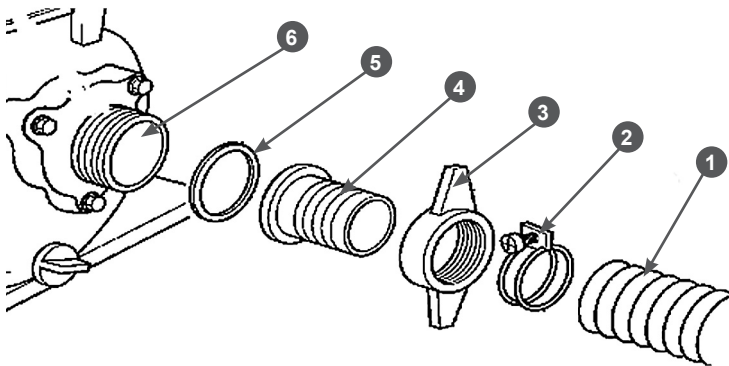

Рис.8 Монтаж всасывающего рукава
Перекачивание воды до насоса и от насоса осуществляется с помощью рукавов, которые присоединяются непосредственно к насосу через патрубки (2,3 Рис. 8) с помощью гаек и хомутов.
Последовательность действий при монтаже всасывающего рукава приведена на Рис.8. Установите всасывающий патрубок (4) через уплотнительную прокладку (5) к фланцу насоса (6) и плотно затяните гайку фланца (3). Наденьте до упора всасывающий рукав (1) на патрубок и затяните его хомутом (2).